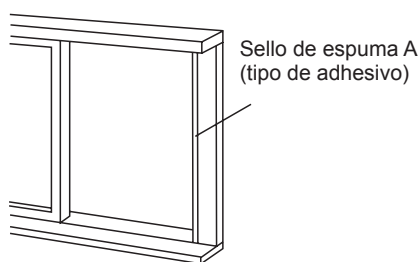

Fig. 12
1. Corte la longitud necesaria de sello de espuma (tipo adhesivo) y adhiéralo al marco de la ventana. Véase fig. 12.